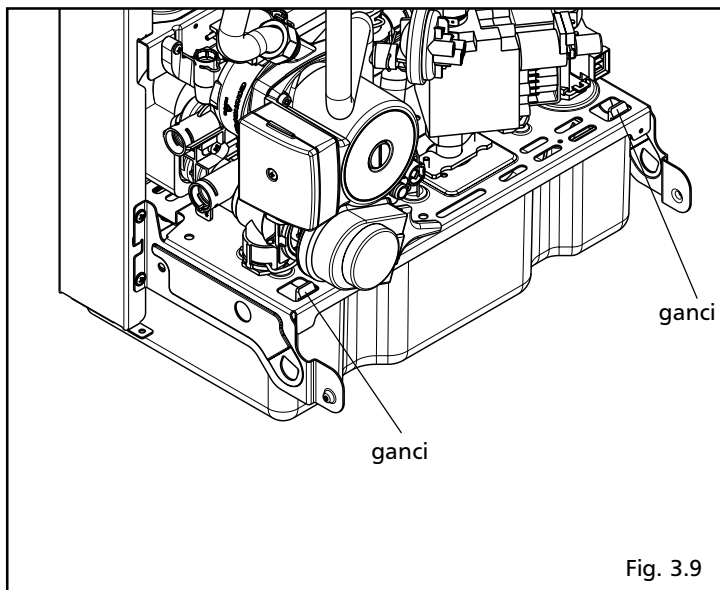

Fig. 3.9
- agganciare la copertura stessa come indicato in fig. 3.9.
- premere sulla copertura liberando i ganci che la tengono in posizione (fig. 3.9)